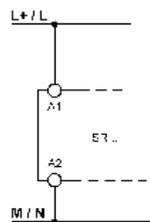

Abb. 8: Anschluss der Spannungsversorgung an den Klemmen A1 und A2.
- Spannungsversorgung verdrahten:** Schließen Sie die Versorgungsspannung an den Klemmen A1 und A2 an (siehe Abb. 8).